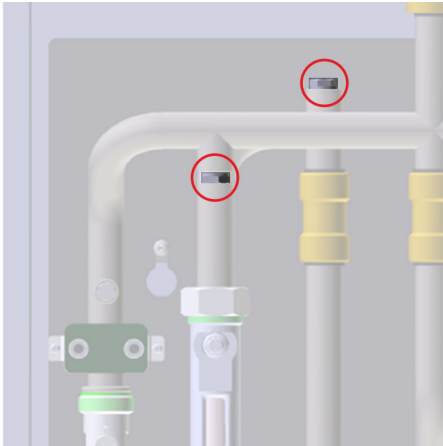

Abb. 88: Ventile aufdrehen
1. Um den Primärkreislauf des Frishwarmwassermoduls drucklos zu schalten, 4 Ventile (Abb. 88/rote Ringe) aufdrehen.